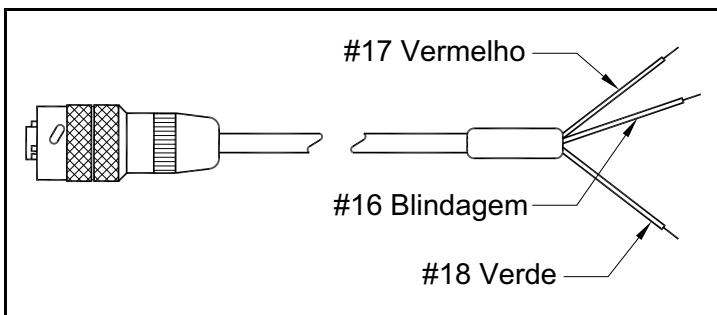
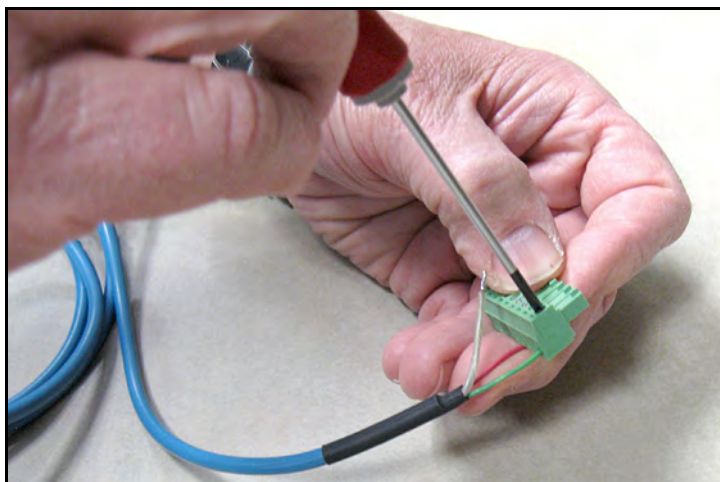

Figura 23: Conexões do cabo de sonda série M
Figura 24: Fazer as conexões do cabo da sonda para o conector
3. Consulte Figura 23 abaixo e Figura 24 na página 22 para conectar a ponta do cabo de sonda com três fios aos pinos 16, 17 e 18 no bloco terminal inferior.